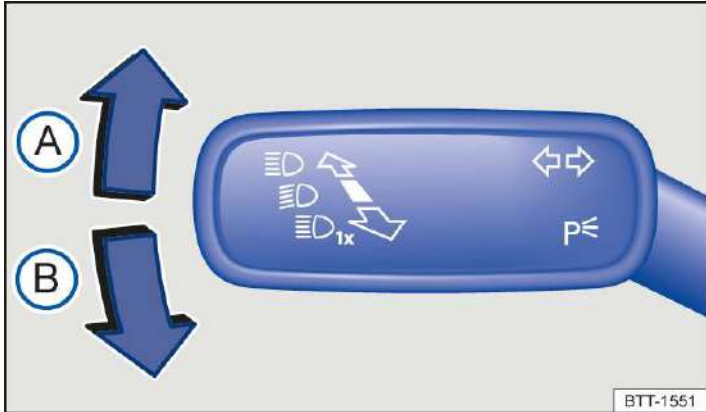

Abb. 1 An der Lenksäule links: Blinker- und Fernlichthebel.
2. Blinker- und Fernlichthebel aus der Mittelstellung in die erforderliche Position bringen → *Abb. 1*.